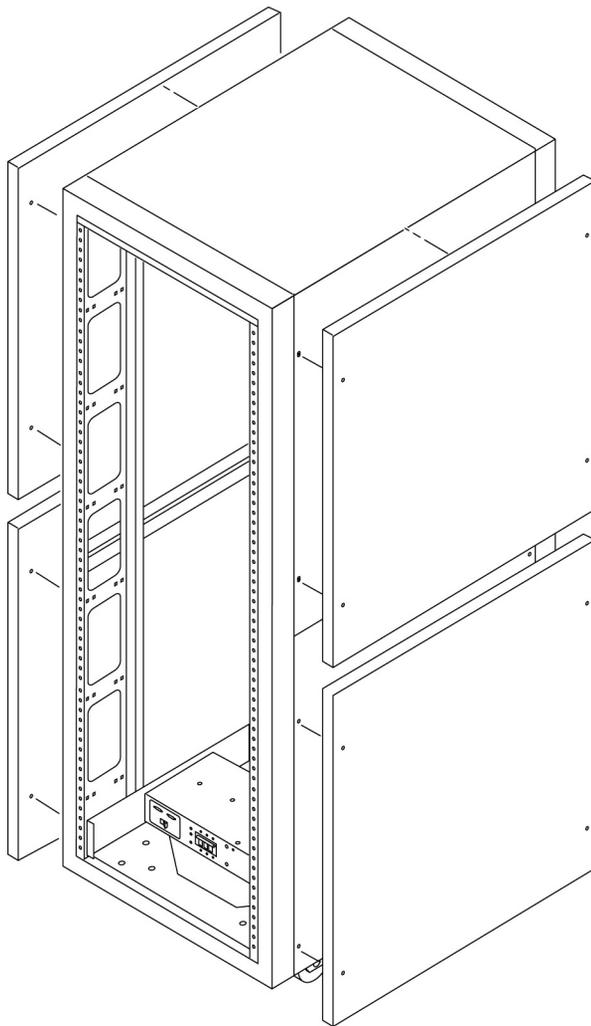

图 4-1 拆卸和装回侧面板
- 使用通用扳手拧松用于将面板固定至系统的四颗 1/4 英寸肩角螺丝，然后从系统上卸下面板（图 4-1）。对于每一块面板，均重复此步骤。
2. 使用通用扳手拧紧四颗 1/4 英寸肩角螺丝，将面板固定至系统（图 4-1）。